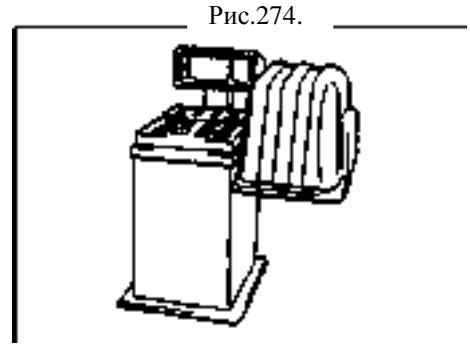

Рис.274.
3. Проверьте балансировку колес (рис.274).